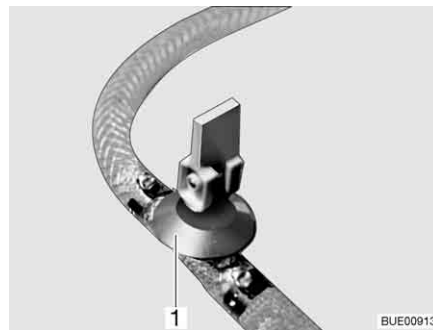

Fig. 184 Rubinetto di scarico
- Chiudere il rubinetto/i rubinetti di scarico. A questo scopo posizionare orizzontalmente la leva a bilanciere (Fig. 184,1).
- Aprire il rubinetto/i rubinetti di scarico (Fig. 184). A questo scopo posizionare verticalmente la leva a bilanciere (Fig. 184,1). Il boiler viene svuotato verso l'esterno.